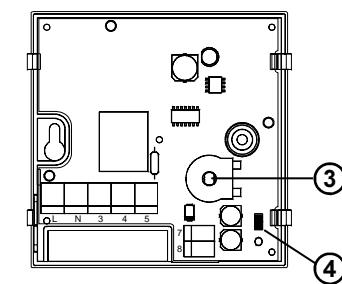

Fig. 6
Quando la temperatura ambiente rilevata è inferiore a quella impostata con il trimmer interno, (3) di Fig. 6, il termostato attiva il relè e contemporaneamente si accende il LED rosso posto sul frontale.
Tramite il trimmer interno di regolazione, (3) di Fig. 6, è possibile impostare la temperatura attorno a cui verrà effettuato il controllo della temperatura ambiente, come indicato al paragrafo precedente, nel range 6°C .. 30°C.
Il termostato esce dalla fabbrica predisposto per il funzionamento con sensore interno. Nel caso in cui l'installazione preveda un montaggio con sonda a distanza, è necessario rimuovere il connettore jumper JP1 (4 di Fig. 6), e collegare una sonda di tipo NTC da 4700 Ohm a 25°C con adeguato valore per il parametro beta ai morsetti 7 e 8. In caso di dubbio sul tipo di sonda da collegare si prega di consultare il costruttore.
When the measured room temperature is below the value set on the internal trimmer, (3) of Fig. 6, the thermostat turns the relay on and, at the same time, turns the red LED on.
The user can set the room temperature by moving the internal trimmer, (3) of Fig. 6, to any desired temperature, as explained in the former paragraph, between 6°C and 30°C.
If it is planned to install a remote sensor, remove the jumper connector JP1 (4 of Fig. 6) and connect an NTC type sensor (4700 ohm@ 25°C) with a suitable beta value to terminals 7 and 8. In case of doubt as to the type of sensor to connect, please consult the manufacturer.
Quand la température relevée est inférieure à celle qui est programmée avec le trimmer interne de régulation (3) de Fig. 6, le thermostat active le relais et un LED rouge positionné frontalement s'allume.